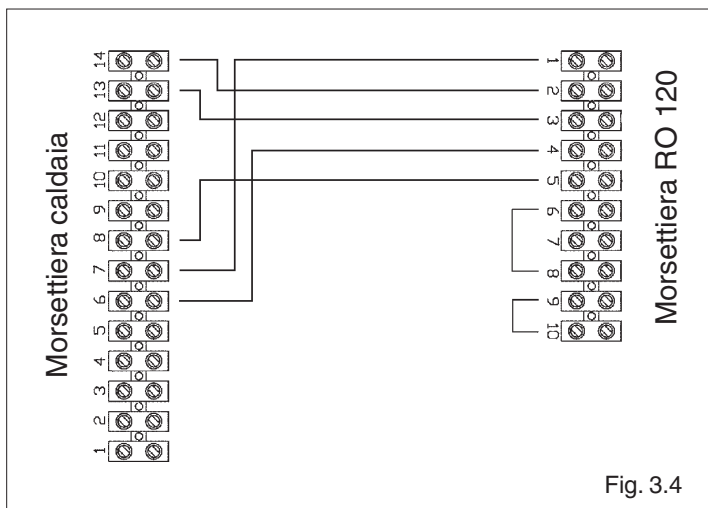

Fig. 3.4
- eseguire i collegamenti elettrici come indicato (fig. 3.4)
- riposizionare il porta morsetteria (A) sulla carenatura del pannello di comando e rifissarlo con le viti (B)